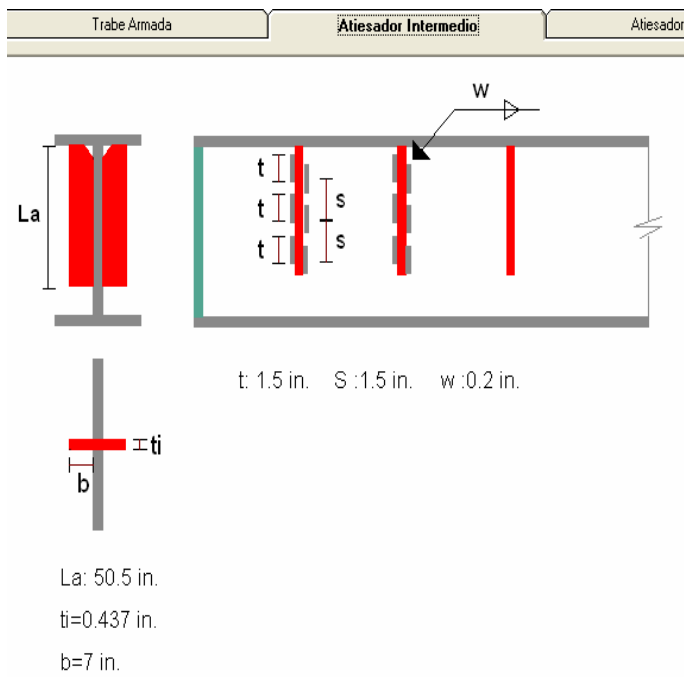

Figura 6.22 Dimensiones de Atiesadores Intermedios.
3. La carpeta “Atiesadores Intermedios”, se ilustra en la Figura 6.22.